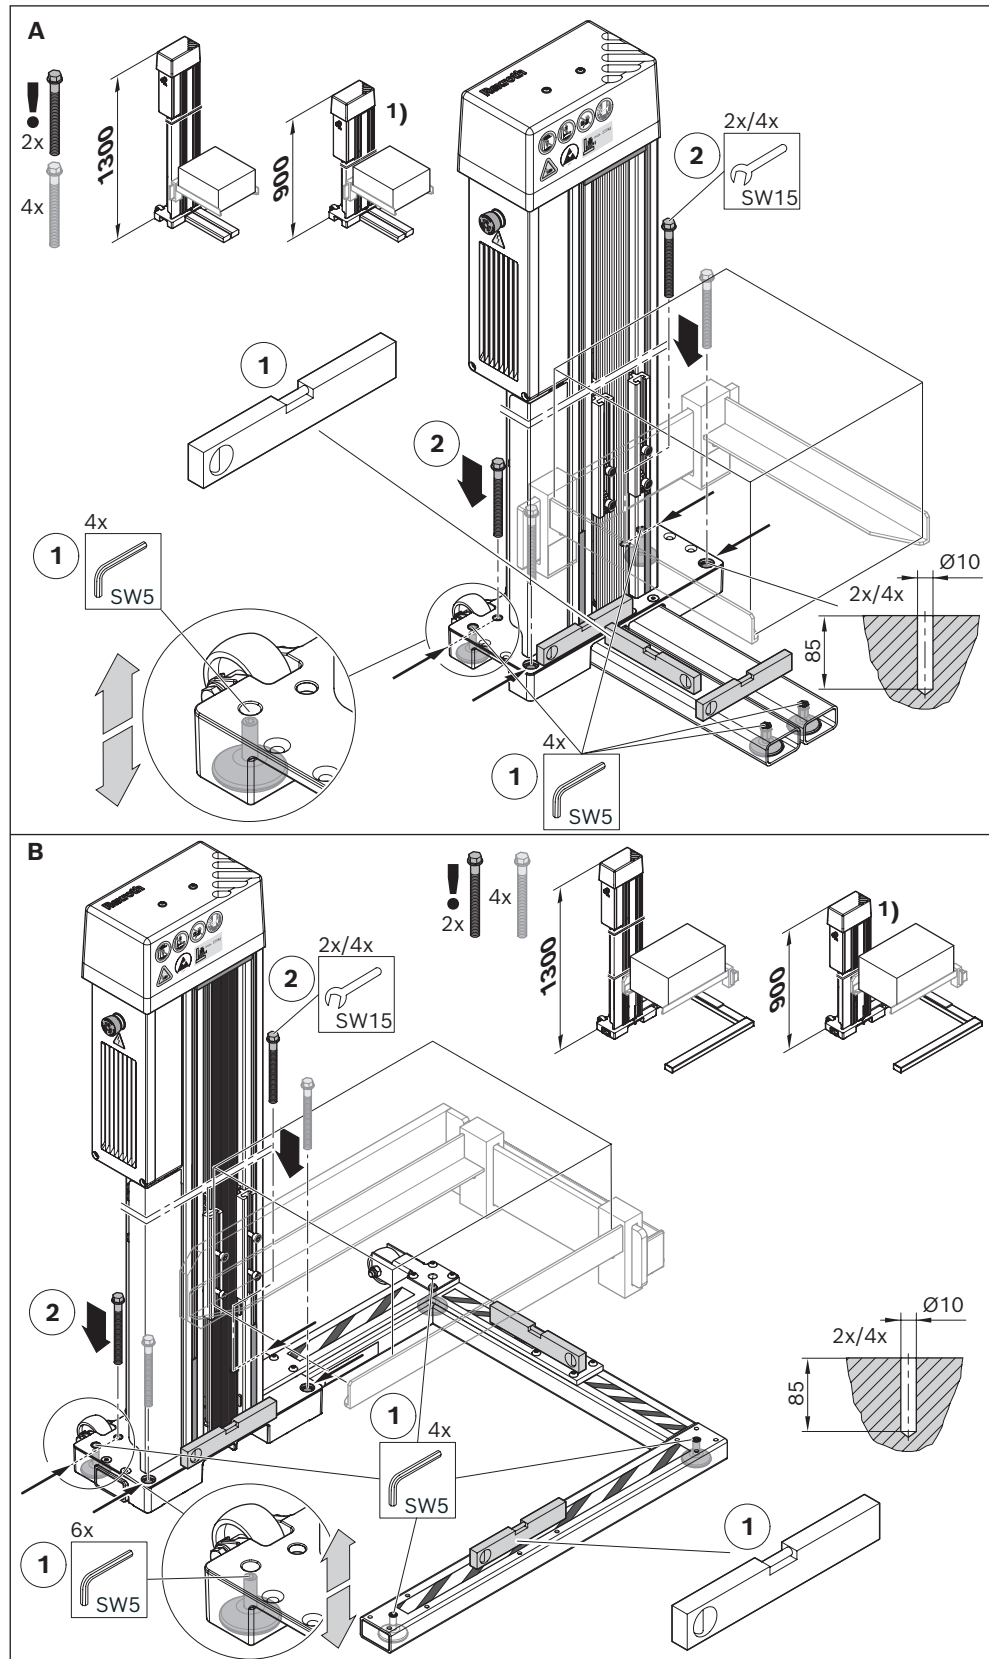
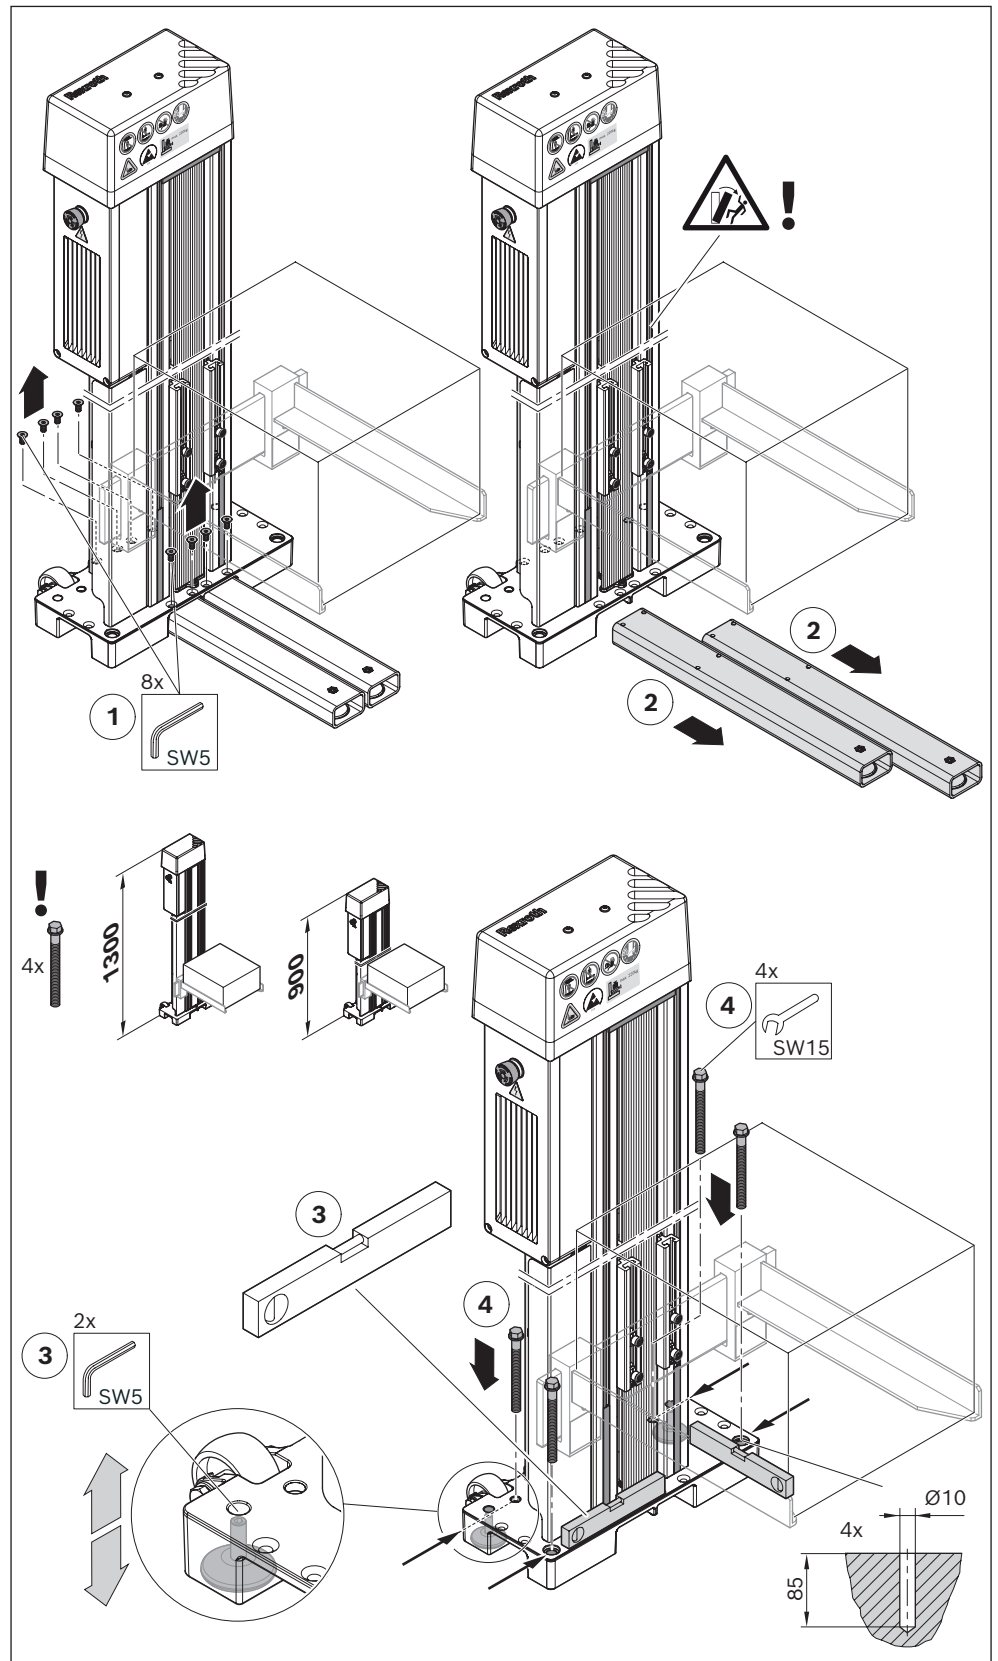

Fig. 15: Unión roscada en la placa del suelo (ejemplo A con brazo recto; ejemplo B con brazo lateral)
Fig. 16: Coloque el elevador de cajas, desmonte el brazo y enrósquelo en el suelo
2. Asegúrese de que el elevador de cajas no se vuelca ¹⁾ ²⁾ ⁴⁾ nivelando cualquier irregularidad con las patas ajustables del aparato (véase Fig. 15 y Fig. 16).
- Las irregularidades del suelo pueden compensarse ajustando las patas del aparato con una llave Allen (SW5) (1) hasta que el elevador de cajas quede en posición horizontal.
- El elevador de cajas se atornillará a la placa del suelo con tornillos para hormigón (2) (véase Tabla 7).
► Si en el elevador de cajas están instalados los brazos, al realizar la unión roscada en la placa del suelo, tenga en cuenta lo siguiente (Fig. 15, Fig. 16):